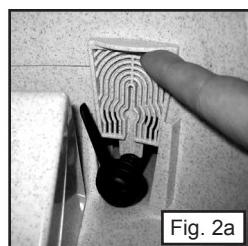

Fig. 2a
- 4) Enlever le préfiltre en tirant doucement sur son rebord, lavez-le avec de l'eau et du savon. (Fig. 2a)